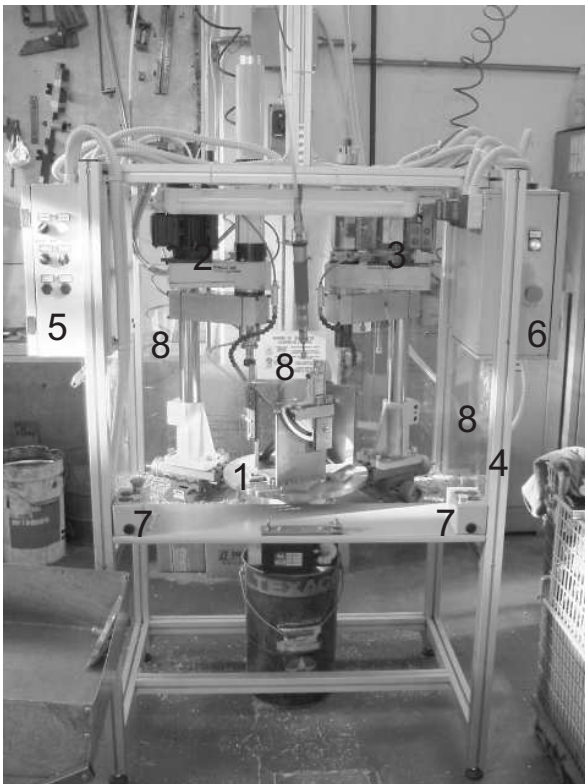

Fig.1
La macchina è composta dalle seguenti parti principali (Fig.1):
- Carter periferico: per il funzionamento della macchina è obbligatoria la presenza del carter periferico in policarbonato "8" (Fig.1) che evita contatti accidentali con l'utensile.